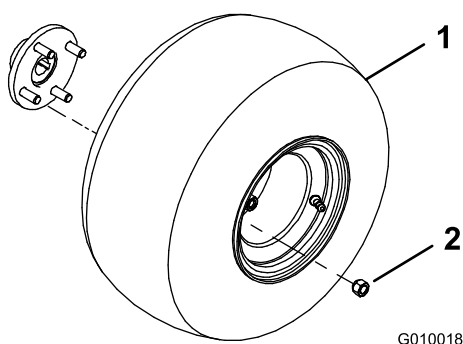

Figura 3
2. Monte um conjunto de roda em cada cubo da roda traseira (Figura 3).
3. Instale as porcas de roda (Figura 3) e aperte-as com 61 a 75 Nm.